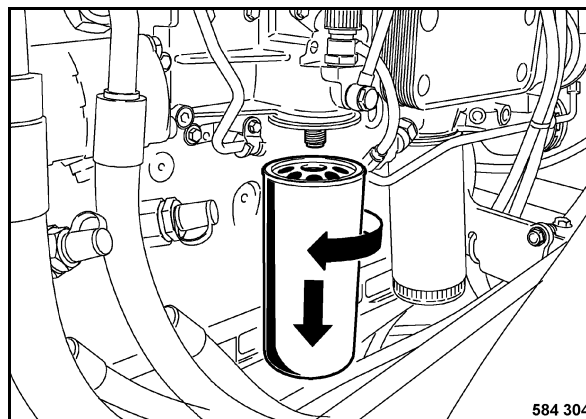

Fig. 125
- Soltar y desenroscar el cartucho filtrante (Fig. 125) con una llave de cinta apropiada.